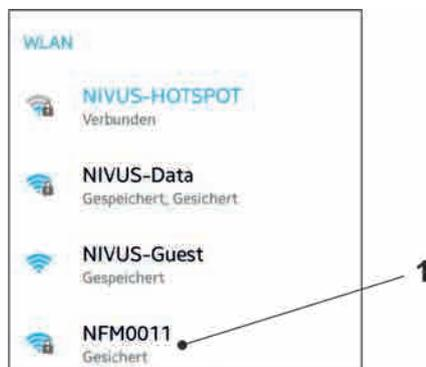

Abb. 30-4 WLAN-Liste
4. In der WLAN-Liste das NFM (Abb. 30-4 Pos. 1) mit der entsprechenden SSID (Auslieferungszustand = Seriennummer) anwählen.